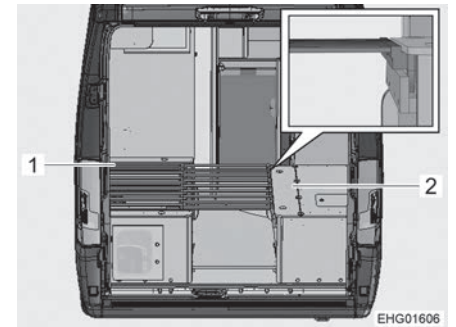

Bild 65 Während des Umbaus
- Lattenrost (Bild 65,1) der linken Sitzbank leicht anheben und Lattenrostauszug herausziehen.
- Bettkastendeckel (Bild 65,2) der rechten Sitzbank öffnen.